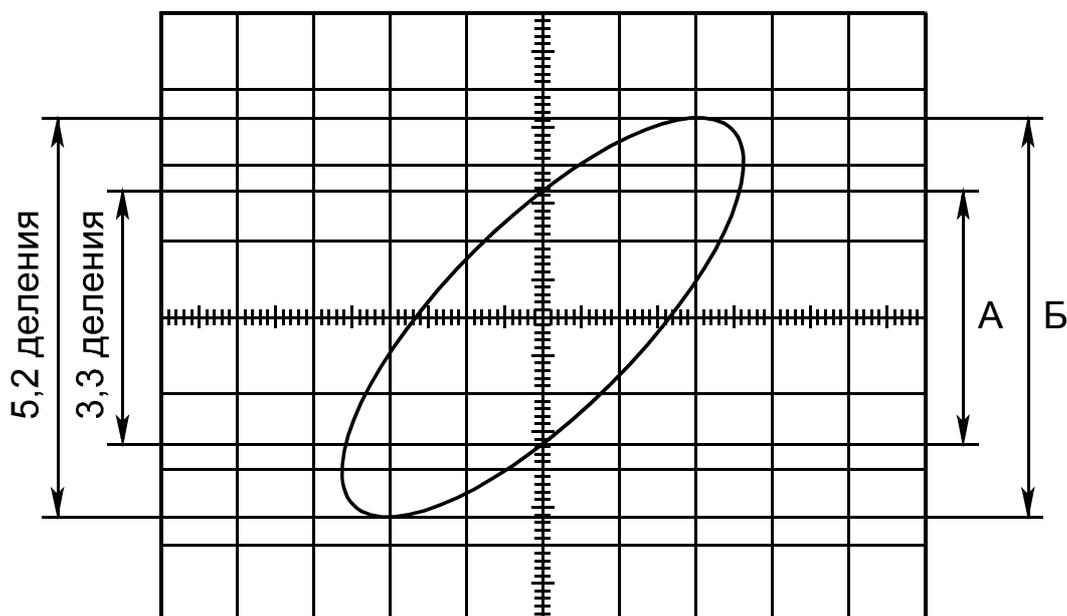

Рис. 13. Измерение разности фаз двух синусоидальных сигналов методом фигур Лиссажу
- измерьте расстояния А и Б, как показано на рис. 13.
**ПРИМЕР.** Для получившейся фигуры справедливо: А = 3,3 деления, Б = 5,2 деления (рис. 13). Таким образом: